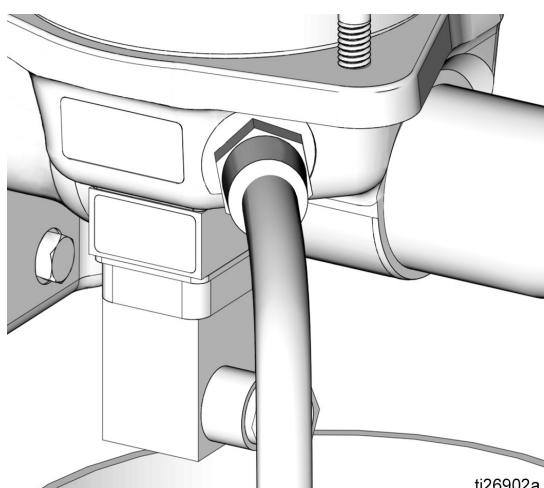

FIG. 13
3. Fermer la **vanne d'arrêt (V)** pour arrêter la **pompe/ système d'alimentation d'entrée d'huile (DD)**.
5. Débrancher la **conduite d'alimentation (G)** de la **sortie de la pompe (E)**.
6. Desserrer doucement et déposer la conduite d'entrée d'huile de la base de la pompe et vidanger l'huile de la pompe (FIG. 13).